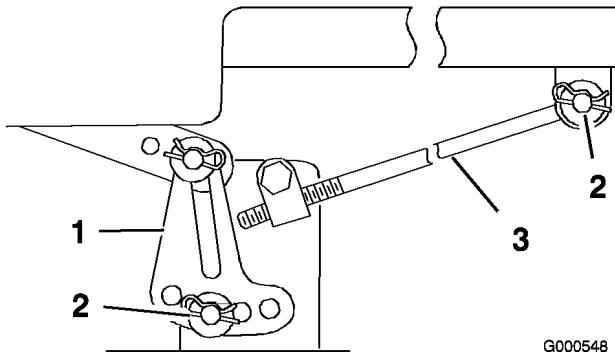

Figure 47
Remarque: Avant de déposer le plateau de coupe, notez les trous de fixation des pattes de mise à niveau (Figure 47).
5. Retirez la goupille fendue et la rondelle de la tige de réglage (Figure 47) de chaque côté du plateau de coupe.
6. Retirez la goupille fendue et la rondelle des pattes de mise à niveau (Figure 47) de chaque côté du plateau de coupe. Notez le trou de montage de la patte de mise à niveau en prévision de la repose. Dégagiez les pattes de l'axe de montage.
5. Fixez la tige de réglage avant à la machine à l'aide de la rondelle et de la goupille fendue (Figure 47) de chaque côté du plateau de coupe.
6. Glissez les pattes de mise à niveau sur les axes de montage et fixez-les à l'aide des rondelles et des goupilles fendues (Figure 47).